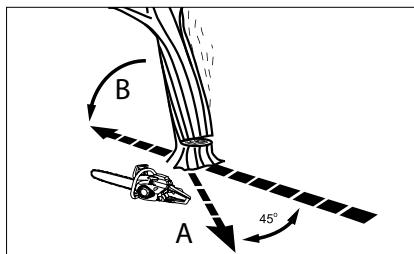

Fig. 14
Asigurați-vă preventiv o cale de retragere (A) și eliberați-o de posibile obstacole înainte de a purcede cu tăierea. Calea de retragere trebuie să fie în direcție opusă de presupusa cădere a copacului (B) (Fig. 14).